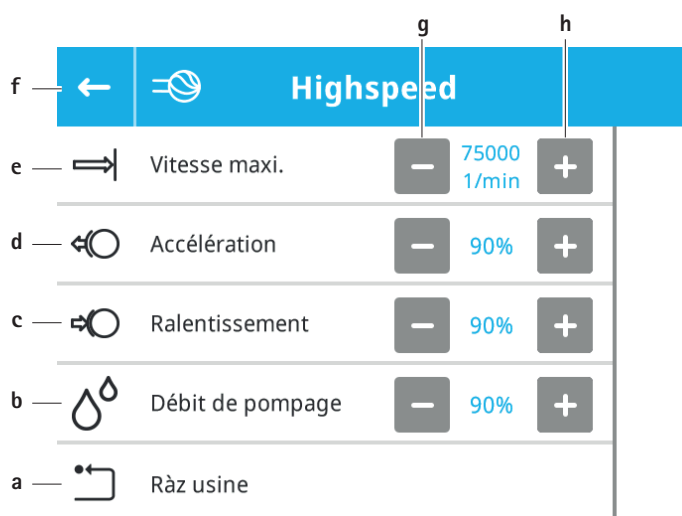

Fig. 11 Réglages moteur – type de partie appliquée sélectionné
- Le sous-menu du type de partie appliquée sélectionné s'ouvre, voir Fig. 11.